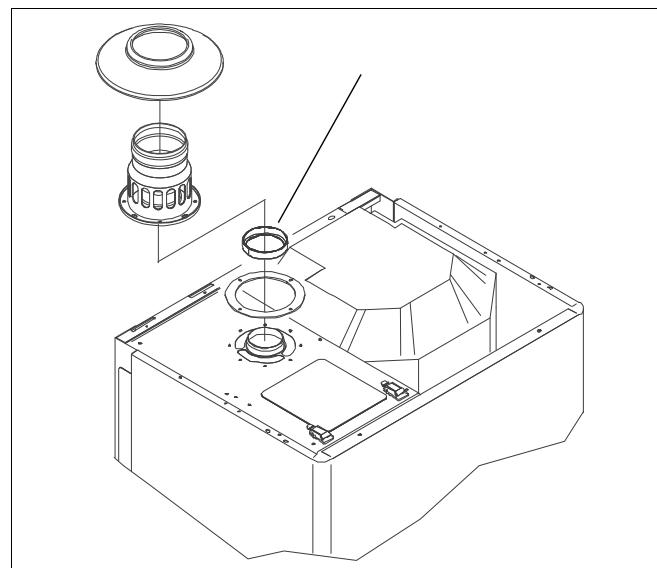

Рис. 14 Монтаж кольцевого переходника и адаптера
- Для дымохода диаметром 80 мм и длиной от 0,5 м до 4 м нужно устанавливать кольцевой переходник диаметром 46 мм в адаптер на выходе из вентилятора (рис. 14). Этот кольцевой переходник поставляется упакованым в одну пленку вместе с водонагревателем.